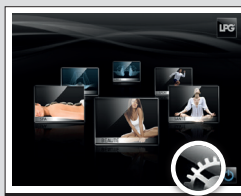

FIG. 3
Selectați meniul „întreținere”, apăsând pictograma indicată (**Fig. 3**).
Pentru a **deconecta** capetele, poziționați inelul de blocare în poziția deblocat (Fig. 3).
- Scoateți ușor furtunul, trăgând de inelul alb (**Fig. 3**).